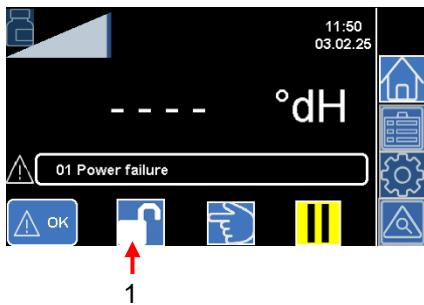

Figure 19
1er Dans le menu **Mesures**, appuyez sur l'icône **Mot de passe** (1) (voir Figure 19).